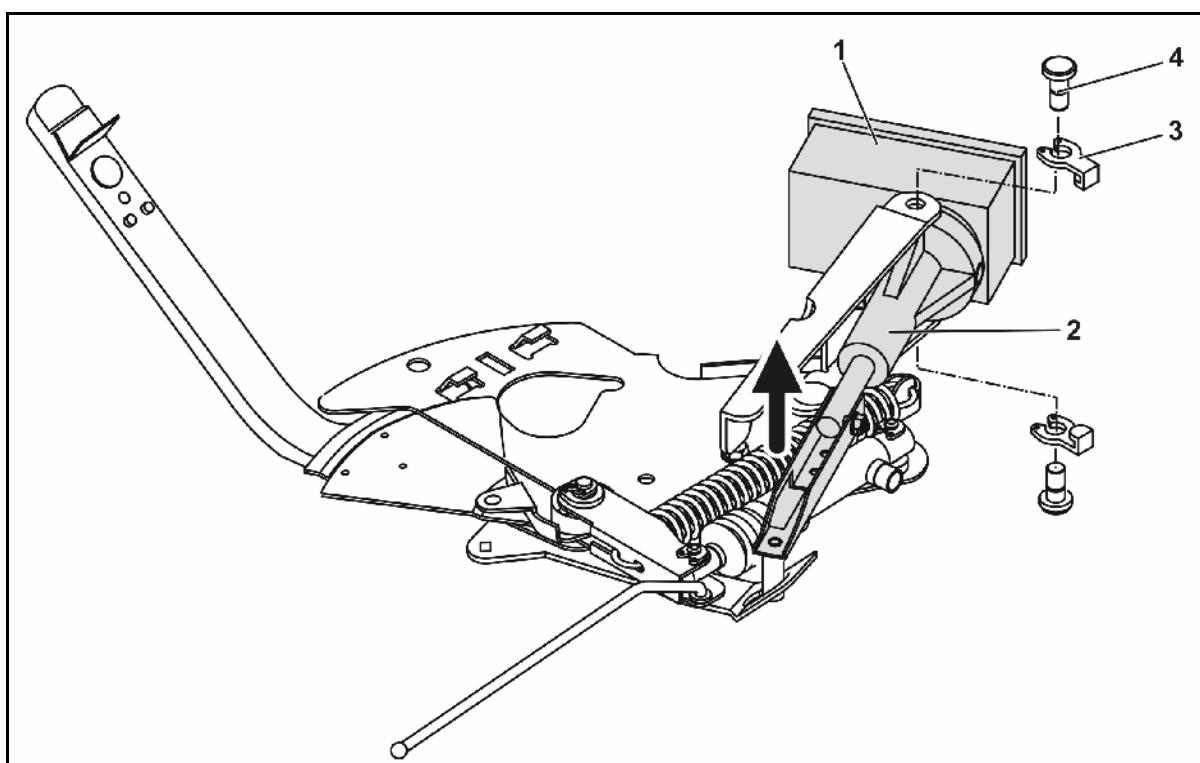

Fig. 65
1. Fjern begge de to låsekripsene (Fig. 65/3) med spesialtang.
2. Trekk ut de to svingboltene (Fig. 65/4).
3. Ta servomotoren (Fig. 65/1) ut av motorkonsollen.
4. Løft servomotoren, og frigjør støtstangen (Fig. 65/2) fra innstikksfestet til doseringsspjeldet.
Sikre den frakoblede støtstangen (Fig. 65/2) med egnede hjelpemidler, slik at den ikke svinger inn i hydraulikkylindrenes arbeidsområde.